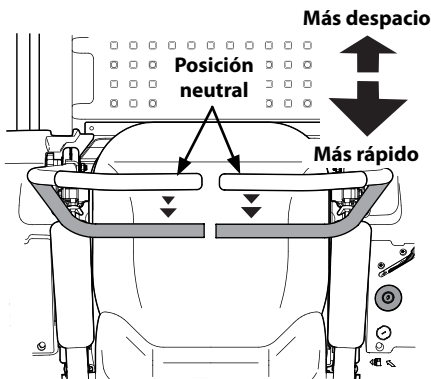

Figura 3-6
1. Mueva las dos palancas de control lenta y suavemente hacia atrás. El tractor comenzará a moverse hacia atrás. Consulte Figura 3-6.